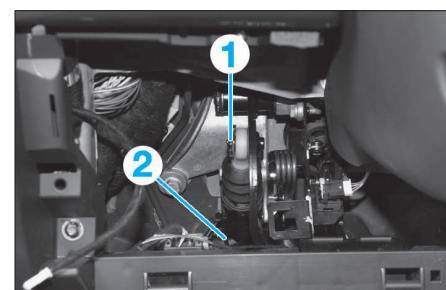

FIG. 7
- Déposer le clips (1) (Fig.7) puis l'axe de maintien du cylindre émetteur sur la pédale.